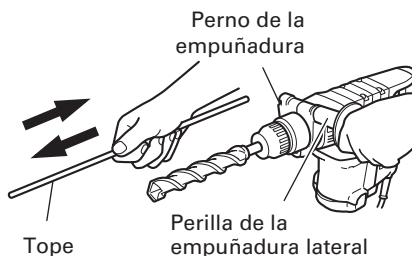

Fig. 12
7. Modo de usar el tope (Fig. 12)